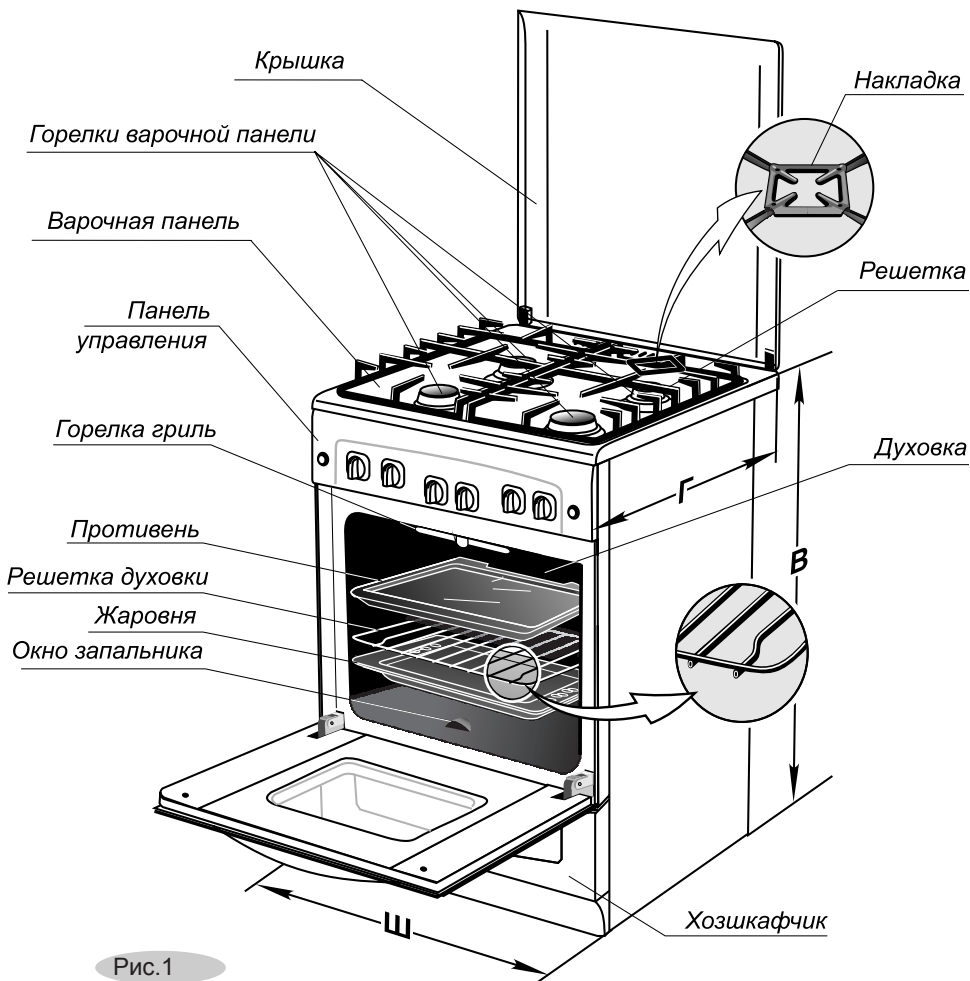

Рис.1
- Размеры плиты, ШхГхВ, мм для плит мод.ряда 5100, 5300, 5500 (см. рис. 1) для плит мод.ряда 6100, 6300, 6500, 6700(с ножками) - 500x585x850